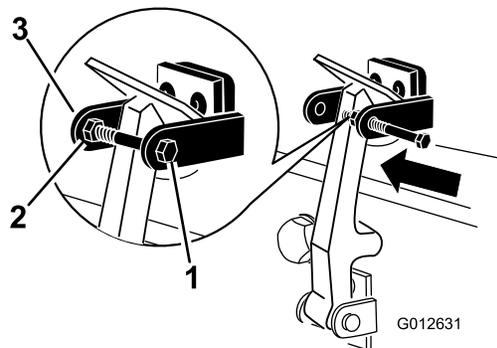

图10
- 将螺栓拧入机罩门锁支架的另一个臂直至将门锁锁定到位 (图10)。